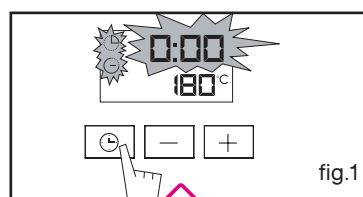

fig.1
Displayet blinker for at angive, at du nu kan indstille tiden (fig.1).
- Tryk på tasten "⌚" (fig.1), indtil symbolet for minuturet begynder at blinke.